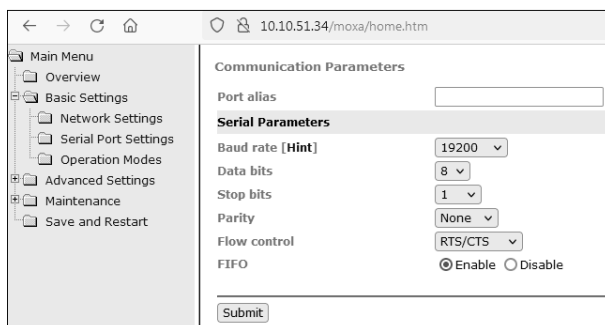

Рисунок 15 – Communication Parameters
3.5.19 Затем необходимо перейти во вкладку «Basic Settings» → «Serial Port Settings» (рисунок 15) и установить скорость последовательного порта в выпадающем меню «Baud Rate» в значение «19200» (остальные параметры задать также как рисунке 15).